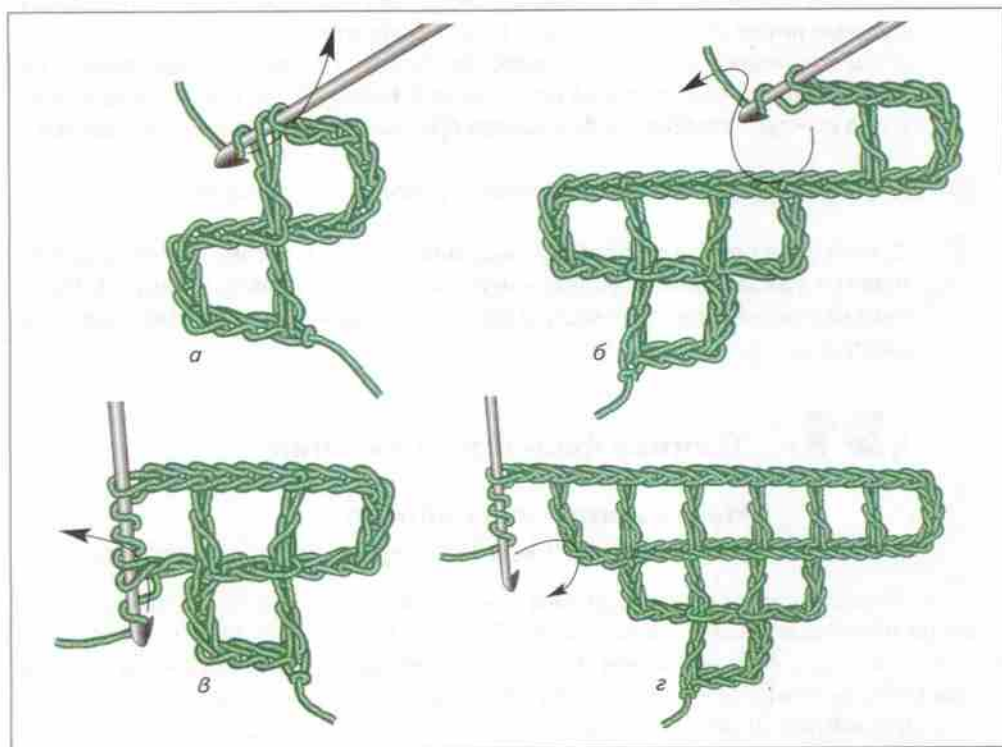

Рис. 81. Приёмы изменения длины ряда: а–г — последовательность операций
**Приёмы увеличения и уменьшения ячеек в ряду.** При добавлении одной ячейки в начале ряда вяжут 8 воздушных петель и вывязывают столбик из крайнего столбика предыдущего ряда (рис. 81, а). Если в начале ряда необходимо добавить несколько ячеек, то для каждой ячейки провязывают 3 воздушные петли и 8 воздушных петель для крайней ячейки и провязывают столбик в 9-ю воздушную петлю от конца (рис. 81, б).
При добавлении одной ячейки в конце ряда провязывают 2 воздушные петли, столбик с 3 накидами из крайнего столбика предыдущего ряда, из которого уже был провязан последний столбик с одним накидом (рис. 81, в). При необходимости удлинения ряда на несколько ячеек для каждой ячейки провязывают 2 воздушные петли и один столбик с 3 накидами (рис. 81, г).